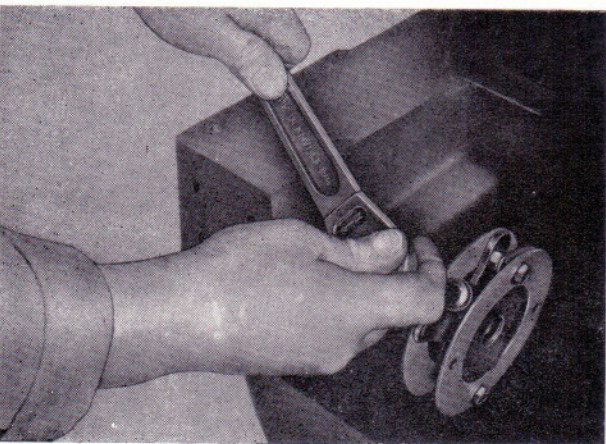

Bild 53
- Klemmschraube der Lamellenkupplung herausdrehen und die Lamellenkupplung von der Welle abziehen (Bild 53).